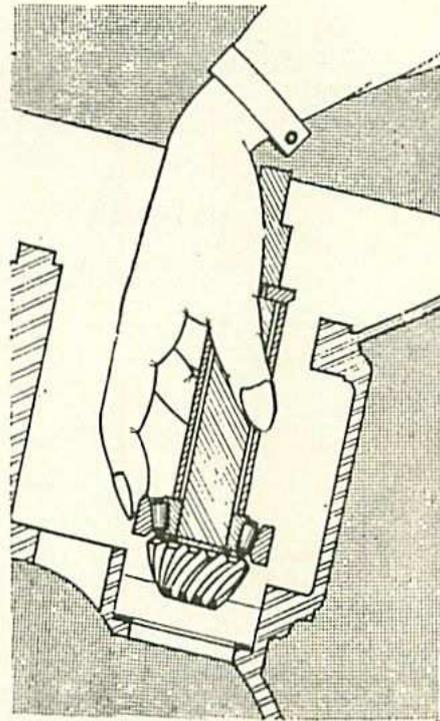

Fig. 54. — Mise en place dans le carter, de l'arbre pignon d'attaque
- Huiler, extérieurement, la cage du roulement et présenter l'ensemble (pignon, roulement et tube) dans le carter, en maintenant par un doigt la cage extérieure (fig. 54).